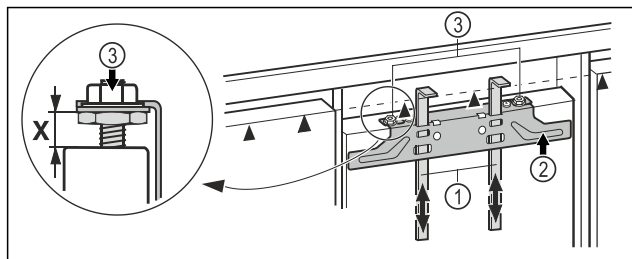

Fig. 44
- Montážní pomůcky Fig. 44 (1) vysuňte nahoru do výšky nábytkových dvířek. Spodní dorazová hrana ▲ montážní pomůcky = horní hrana montovaných nábytkových dvířek.
- Upevňovací příčník Fig. 44 (2) vyšroubujte přes pojistné matice Fig. 44 (3).